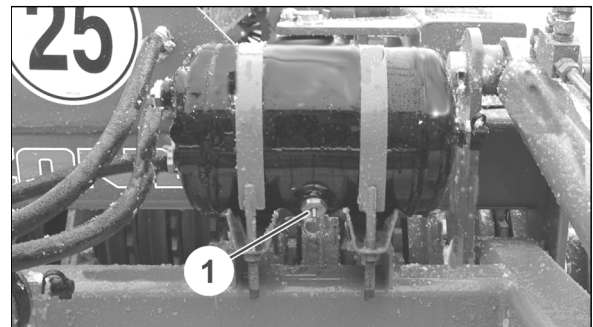

Fig. 35
1. Trekk dreneringsventilen (Fig. 35/1) til siden ved hjelp av ringen til det ikke lenger renner vann ut av luftbeholderen.